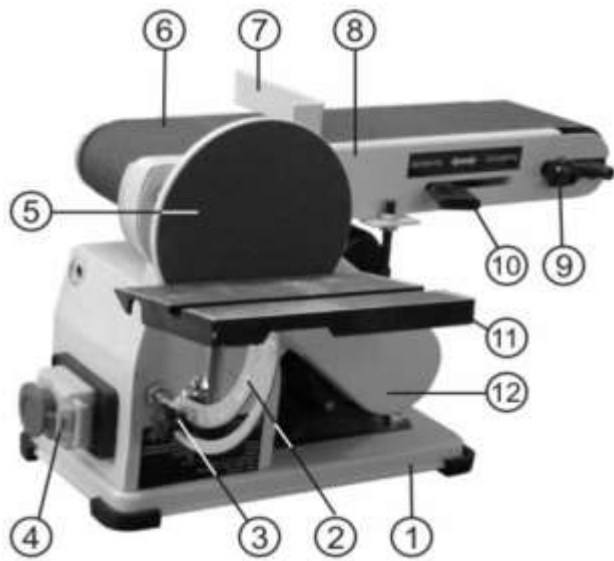

Рис.2
### 12.1. Смена и регулировка шлифовальной ленты (Рис. 2)
12.1.1. При необходимости установки новой шлифовальной ленты (6) переместите рукоятку (10) в сторону ведомого ролика шлифовальной ленты. Шлифовальная лента (6) ослабнет, и в это время можно снять старую шлифовальную ленту и заменить ее на новую. После этого переместите рукоятку (10) в сторону ведущего ролика шлифовальной ленты. Если шлифовальная лента (6) натянулась слабо или не совмещена по центру, отрегулируйте ее вращением винта регулировки (9), Рис.2. Проверьте правильность установки шлифовальной ленты (6) вращением ее вручную в направлении ведущего ролика. При включении машины шлифовальная лента (6) должна находиться в средней части роликов.
12.3.1. Ослабьте фиксирующий винт, Рис.3, снимите шлифовальный диск (5) и кожух ремня (12), Рис.2.
12.3.5. Установите и закрепите кожух ремня (12), Рис.2. Установите шлифовальный диск (5) и затяните фиксирующий винт, как показано на рисунке 3.
Установите четыре резиновые подушки (Н), Рис.1, на углы станины (1), Рис.2. Установите машину на горизонтальную ровную и устойчивую поверхность верстака, исключив возможность опрокидывания машины при работе.
Ослабьте две фиксирующие гайки (15), как показано на Рис.7 (одна гайка находится снизу) и установите стол шлифовальной ленты (8), Рис.2, на нужный угол от 0° до 90°. Затяните фиксирующие гайки (15) перед началом работы.